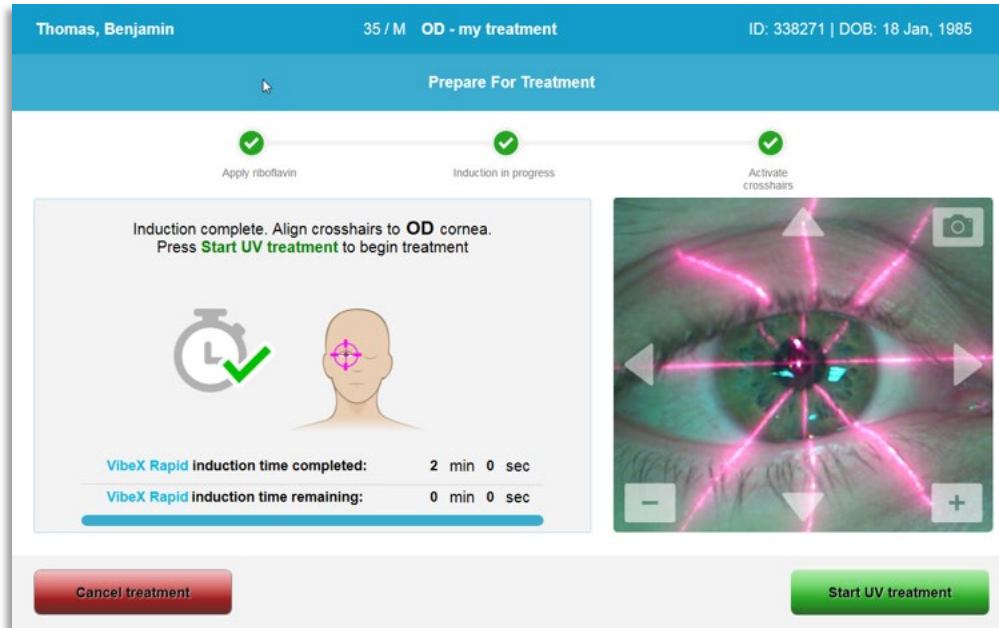

Bild 3-25. Starta UV-behandling
- När appliceringen av riboflavin, induktionen och inpassningen av siktena är klara ska du inleda behandlingen genom att trycka på knappen "Starta UV-behandling" (Start UV treatment), vilket visas på bild 3-25.